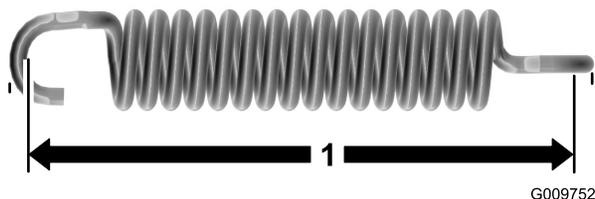

図 57
**重要** この時に、レンチを無理に上に回すとアイドラ・アームの延長スプリングを破損させる恐れがありますから注意してください。もし、スプリングの長さが、89mm を超えている場合にはスプリングを交換してください。図 57 に示すように、フックの内側から内側までの長さを図って確認してください。